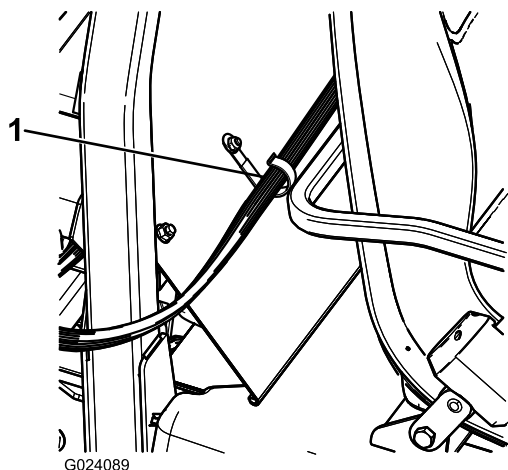

Figura 17
5. Installate un fermaglio a J dietro il sedile del passeggero usando un bullone ($\frac{1}{4}$ " x $\frac{1}{2}$ ") e un dado ($\frac{1}{4}$ ") (Figura 17).